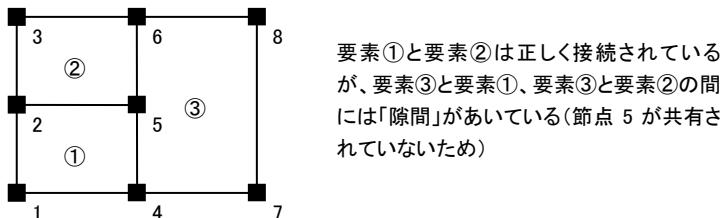

図 6-1-9 要素が正しく接続されていない例
図 6-1-9 のような三つの要素を作った場合、要素③(節点 4-7-6-8)の左辺にある節点 5 を主節点とすることはできませんから、結果的に、要素③と要素①・要素②の間にはこの部分で「隙間」があいていることになり、変形の連続性が保たれないとになります。自動メッシュ分割機能を使った場合にはこのようなことは起こりえませんが、ユーザー作成の要素データの場合には、(一見すると正しそうに見えるため)間違いに気づかないまま計算を終えてしまうことがありますので注意してください。